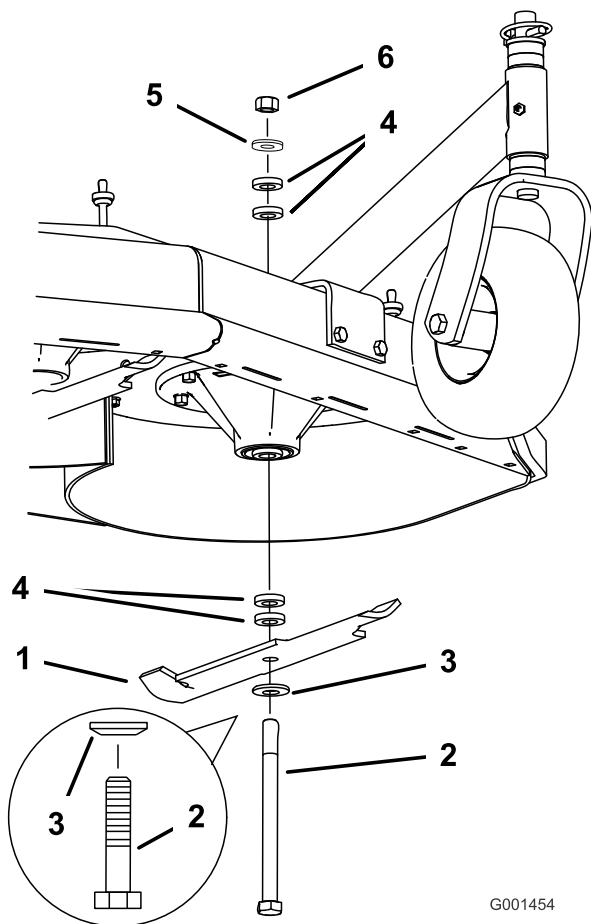

Figure 56
2. Enlevez de l'axe, l'écrou, le boulon de lame, la rondelle bombée, la lame, les entretoises et la rondelle mince (Figure 56).
1. Placez la rondelle bombée puis la lame sur le boulon. Choisissez le nombre correct d'entretoise(s) pour la hauteur de coupe, et insérez le boulon dans l'axe (Figure 56).